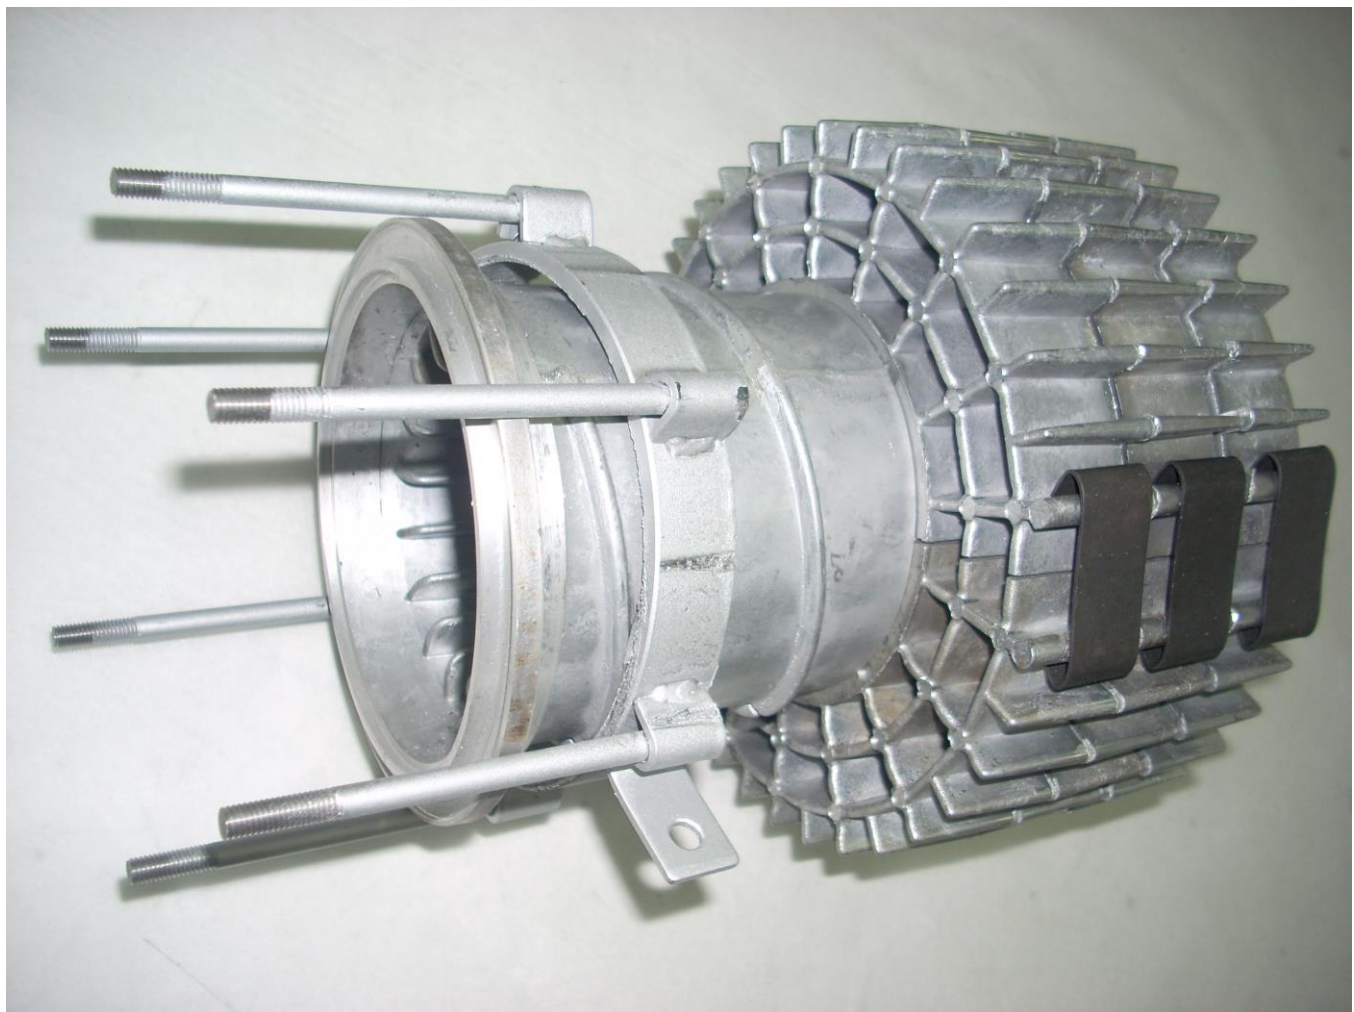

Рис.12 – Теплообменник в сборе с радиаторами и кольцом.
Теплообменник (рис. 12) предназначен для передачи тепла от горячих газов, образовавшихся от сгорания топливовоздушной смеси к радиаторам, которые в свою очередь передают тепло воздушному потоку, проходящему вдоль ребер радиаторов.
- проверить герметичность соединения между корпусом топливного насоса и входным штуцером (см. рис.12). Проверку производить воздухом давлением не более 1кгс/см². Давление подводить со стороны входа при этом выходной штуцер заглушить. Если соединение негерметично необходимо заменить прокладку в штуцере (см. рис 12).